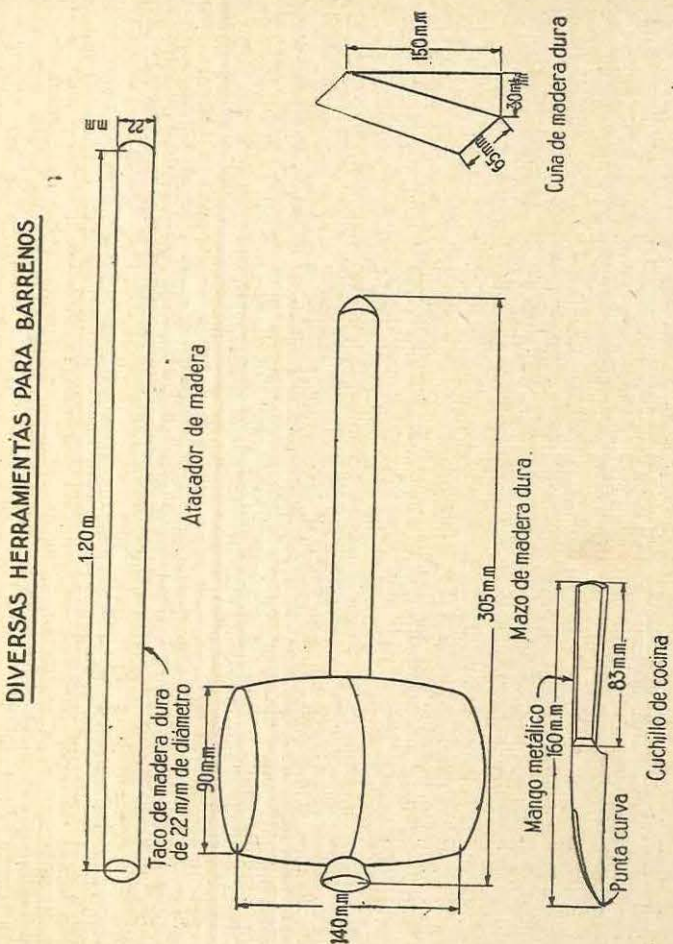

Fig. 4
13.—*Mazo, atacador y cuñas* (fig. 4). Se empleará un mazo redondo de madera dura, de catorce centímetros de diámetro por treinta de largo, para abrir las cajas de dinamita y para destruir las vacías que haya que inutilizar.
14.—*Herramientas metálicas.* Debe emplearse un cuchillo (fig. 4) de los empleados por los empalmadores o un tipo similar a los de cocina para cortar en dos partes los cartuchos o para abrirlos. No se emplearán nunca cortaplumas o navajas plegables, pues se corre el riesgo de que la nitroglicerina o la dinamita penetre en el muelle y cause accidentes al actuar después éste.